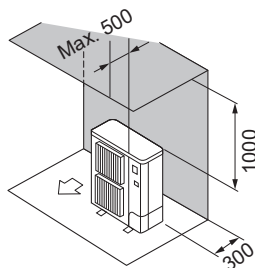

Fig. 2-4
- ② Obstacles uniquement à l'arrière et au-dessus (Fig. 2-4)